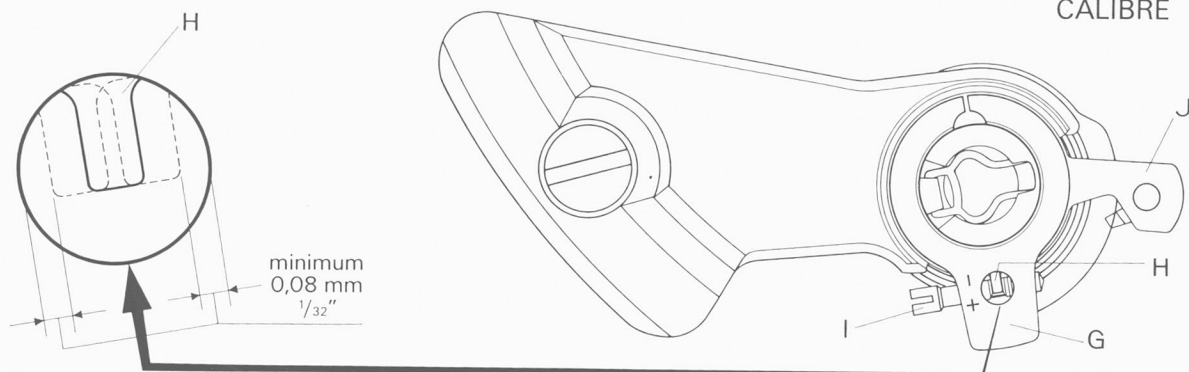

Fig. 8
**Mise au repère par déplacement du Spirofin G (fig. 8).**
**Réglage (fig. 8):** avant toutes retouches, il est nécessaire de contrôler la position de l'ergot d'entraînement H par rapport au centre du trou. En cas de manque de sécurité avec un des bords, recentrer, au moyen de la vis de réglage I.
**Retouche fine:** par rotation de la vis de réglage I (fig. 8) à l'aide d'un tournevis effilé (1/4 tour correspond à environ 4 secondes par jour). Contrôler sur appareil avant et après retouche.
**Put the watch into beat** by moving the Spirofin G (fig. 8).
**Timing (fig. 8):** before any correction check if the tongue H is not too close to either side of the hole. Otherwise recenter by means of the regulating screw I.